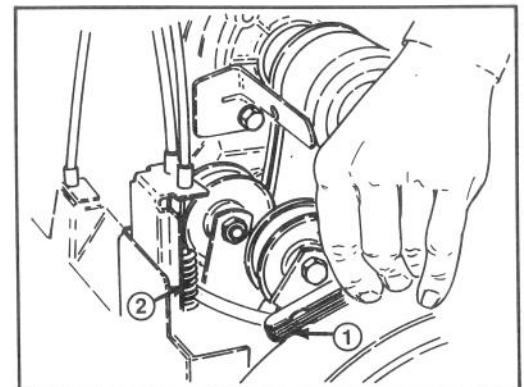

Abbildung 25
Fühlerlehre in die Windung in der Mitte der Feder stecken (Abb. 25). Das Kabel so einstellen, daß zwischen den Windungen ein 0,23 mm bis 0,30 mm breiter Spalt entsteht.
4. Die obere, das Räumwerk-/Gebläse-Kabel an die Befestigungsschelle festhaltende Gegenmutter lösen (Abb. 25).